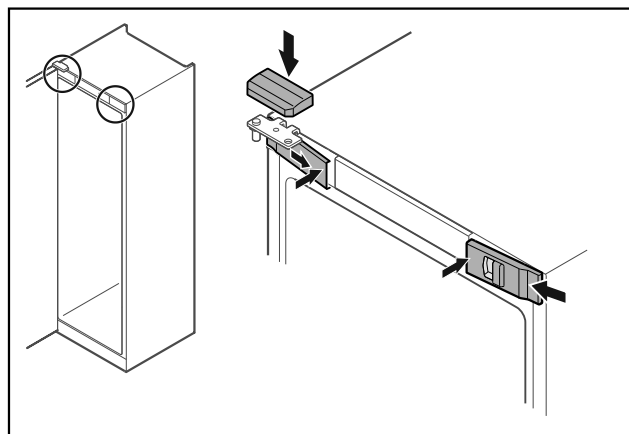

Fig. 45
- Zaháknite predné kryty Fig. 45 (1) naboku a zaistite ich vnútri.
- Zaistite horný kryt Fig. 45 (2) zhora.